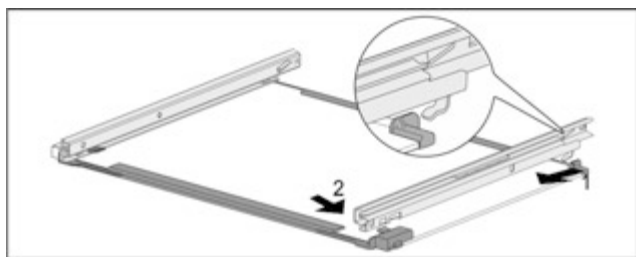

Fig. 151 Скляна пластина з рейками
- ▶ Зачепити рейку ззаду. Fig. 151 (1)
- ▶ Зафіксувати рейку спереду. Fig. 151 (2)